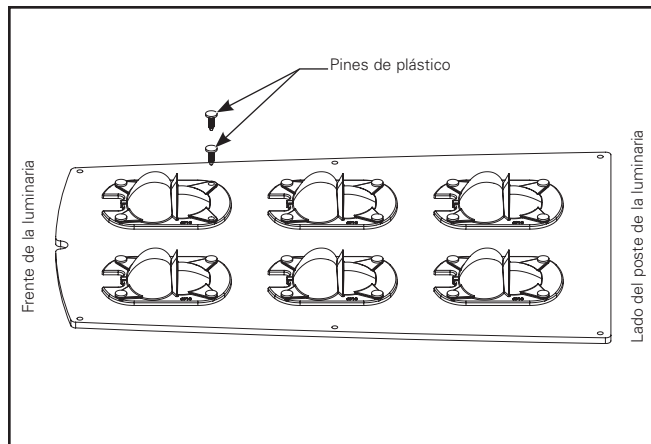

Figura 9.
1. Retire con cuidado los pines de presión plásticos en las ópticas como se muestra en (Figura 9).